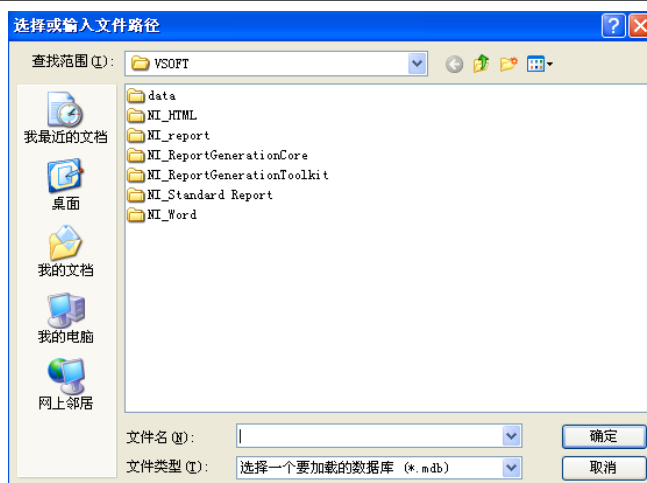

图3-1-9
- 3、数据加载：首先单击“查找数据库”，在备份数据库的具体目录下选择相应的数据库的名称：...\data\LC-8000。如图:3-1-9